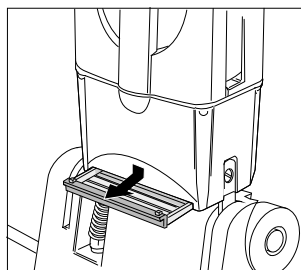

Fig. 9
5.3 Sustituir el filtro para el aire de evacuación <Fig. 9>